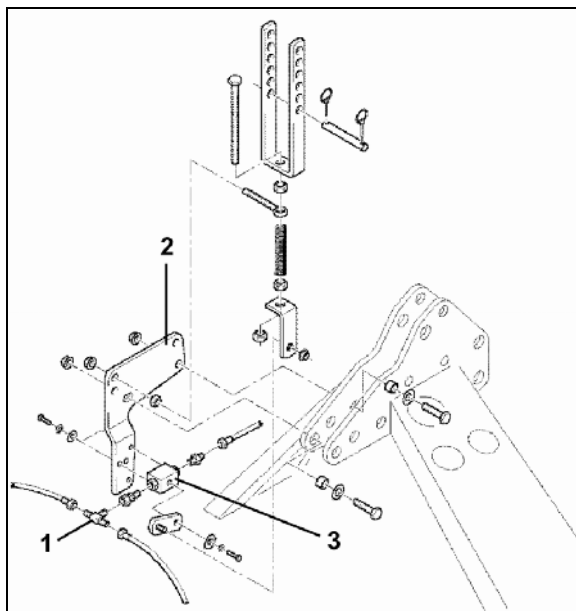

Bild 53
4. Skruva isär hydraulslangsanslutningarna vid T-kopplingen (Bild 53/1).
5. Skruva fast ventilhållaren (Bild 53/2) i den övre ledpunkten på markbearbetningsmaskinen.
6. Anslut hydraulslangarna till ventilen (Bild 53/3), dra hydraulslangen till traktorn och anslut den till en enkelverkande styrventil.